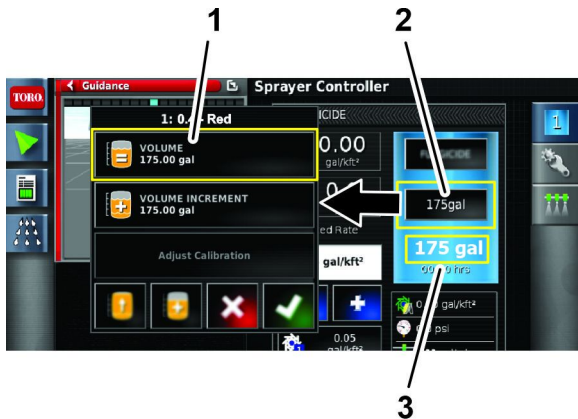

Figura 123
2. Premete l'icona del VOLUME (Figura 123).